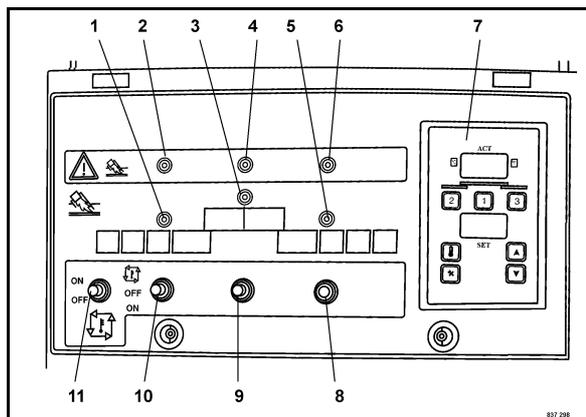

Fig. 82
- Con riscaldamento a gas: Accendere il riscaldamento a gas 8, 9, 10 (Fig. 82) e attendere fino al raggiungimento della temperatura richiesta.